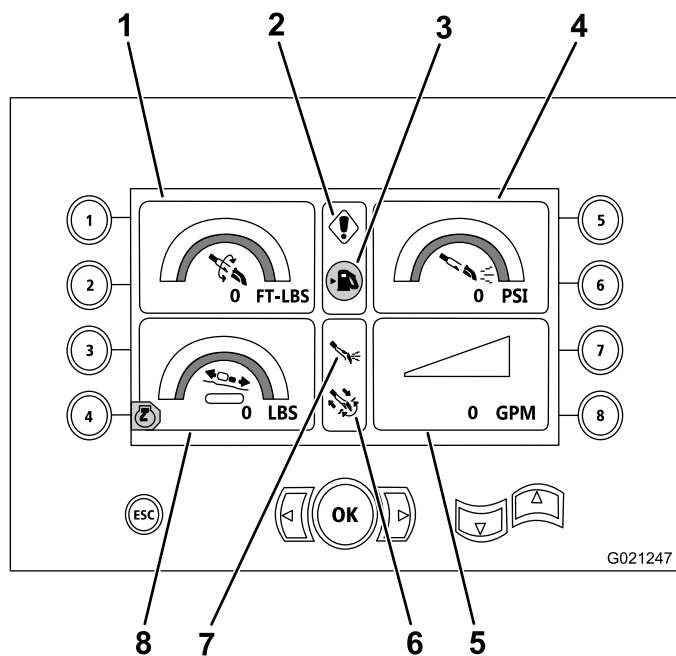

**Figure 17**
Cet écran indique le couple de rotation en pi-lb (ft-lb), la pression du fluide de forage en psi, la force du chariot en lb et le débit du fluide de forage en gpm (Figure 17).
- Avertissement de code d'erreur de forage et/ou de moteur (Figure 17)
- Avertissement de bas niveau de carburant (Figure 17)
- Fluide de forage activé (Figure 17)
- Forage automatique activé (Figure 17)